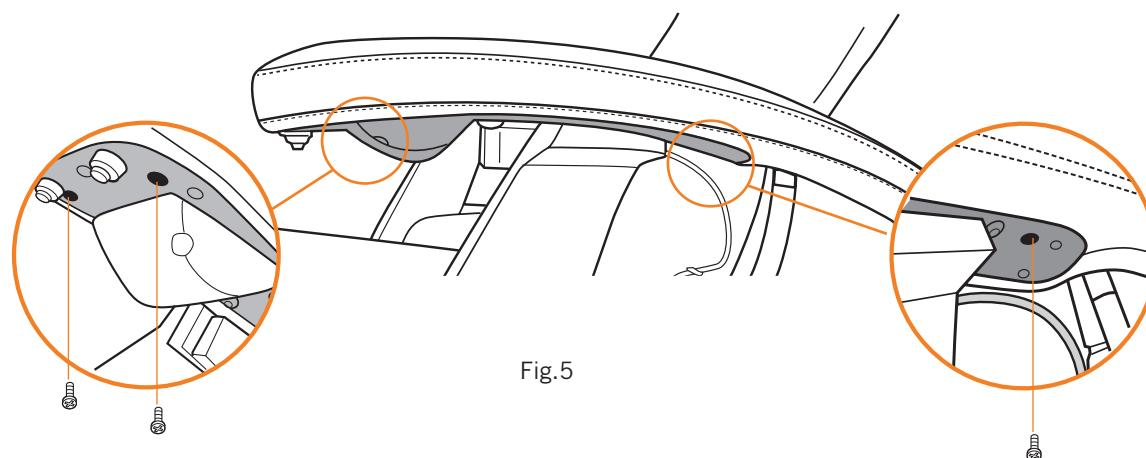

Fig.5
7. Tout en appuyant sur le protège-accoudoir, fixez-le en utilisant le tournevis à tête cruciforme et trois vis fournis (Fig.5).